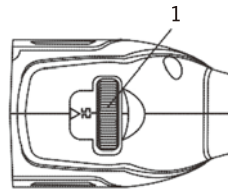

Figure 14
La roulette de réglage de la vitesse (1) est située à l'arrière de l'outil (figure 14). Il est possible de régler la vitesse de 0 à 35 000 tr/min en faisant tourner la roulette de réglage de la vitesse jusqu'à la vitesse souhaitée (en milliers de tr/min).